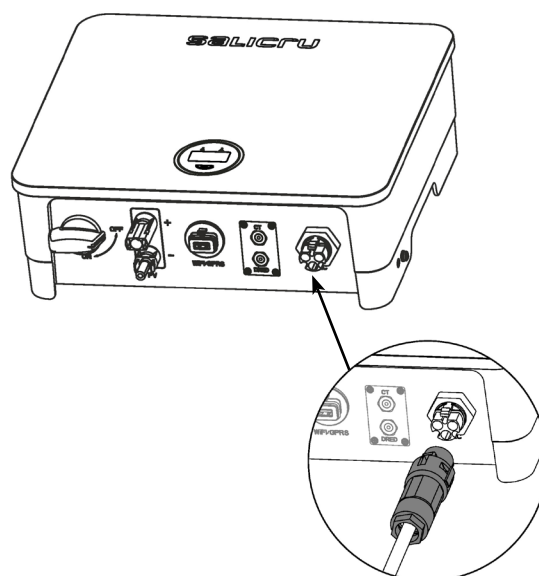

Fig. 31. Conexión del conector AC en el terminal AC del Inversor.
- e. Conectar el conector AC al terminal AC del inversor; un clic indica que la conexión está en su lugar, tal como se muestra en la Fig. 31: